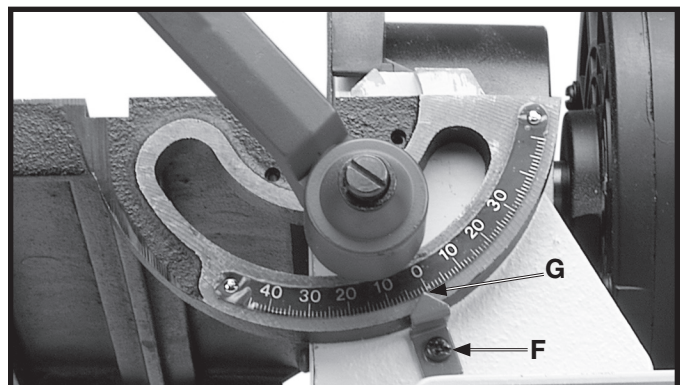

Fig. 30
Después, afloje el tornillo (F) Fig. 30 y ajuste el indicador (G) de manera que apunte hacia la marca de "0" grados en la escala de la mesa.